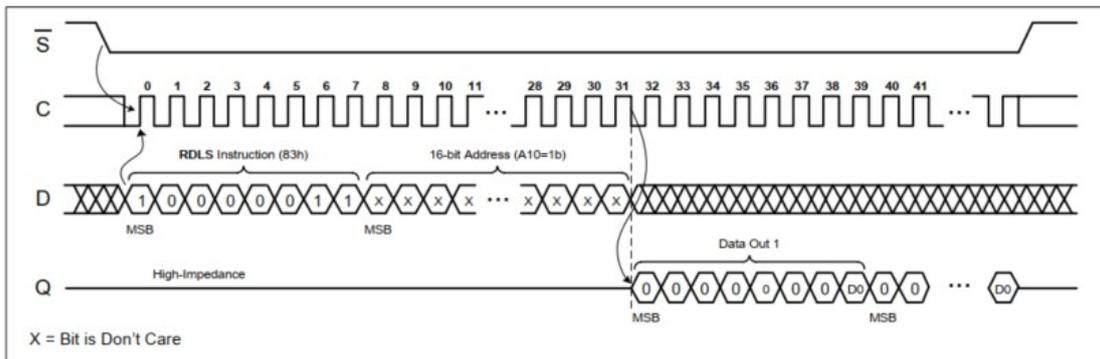

图 4-11 读取锁定状态
读取锁定状态 (RDLS) 指令用于检查标识页是否在只读模式下锁定。RDLS 指令定义为先驱动低电平的芯片选择。然后，指令字节 (83h) 和地址字节的位在串行数据输入 (D) 上移入。地址位 A10 必须为“1”，所有其他地址位都不重要。锁定状态位是串行数据输出 (Q) 上读取的字节的 LSB (最低有效位)。当锁处于活动状态时为逻辑“1”，当锁处于非活动状态时为逻辑“0”。所有其他位始终读取为“0” (见图 4-11)。如果芯片选择继续处于低位，则相同的数据字节将移出。